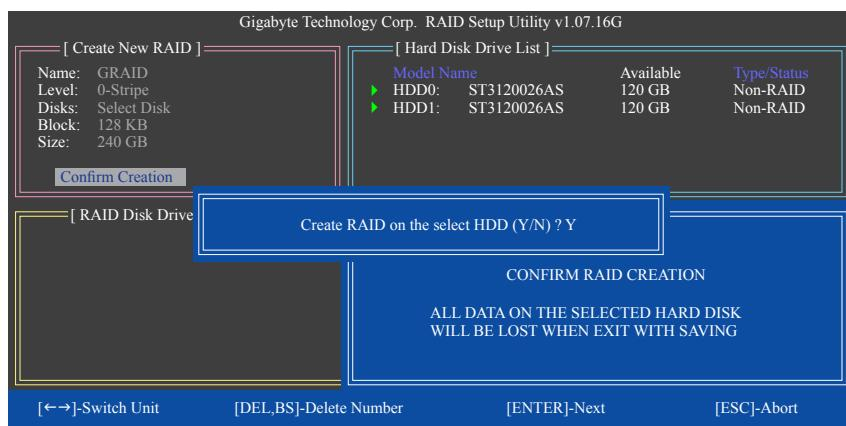

図 7
6. 作成を確認: 上の項目をすべて構成すると、選択バーは Confirm Creation 項目に自動的にジャンプします。<Enter> を押します。選択を確認するように求めるメッセージが表示されたら (図 7)、<Y> を押して確認するか、<N> を押して中断します。